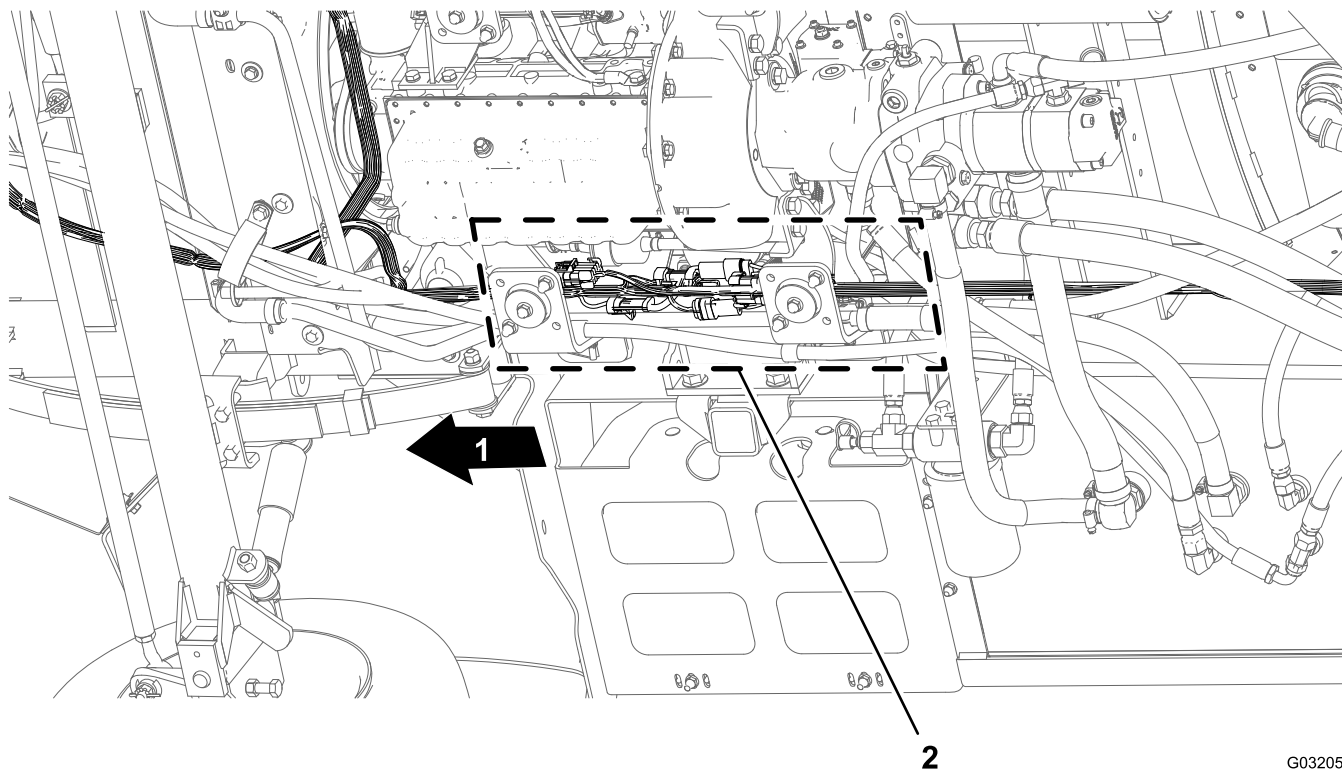

Figura 14
1. Da sotto la macchina, lungo il tubo del telaio di destra, individuate i connettori elettrici per il cablaggio preassemblato anteriore e posteriore della macchina (Figura 14).